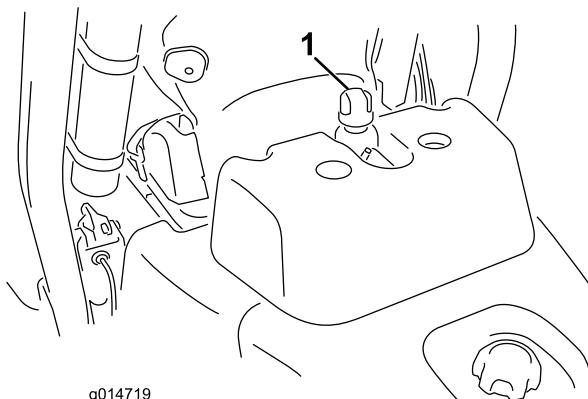

Figura 30
2. Retire el tapón del depósito (Figura 30).